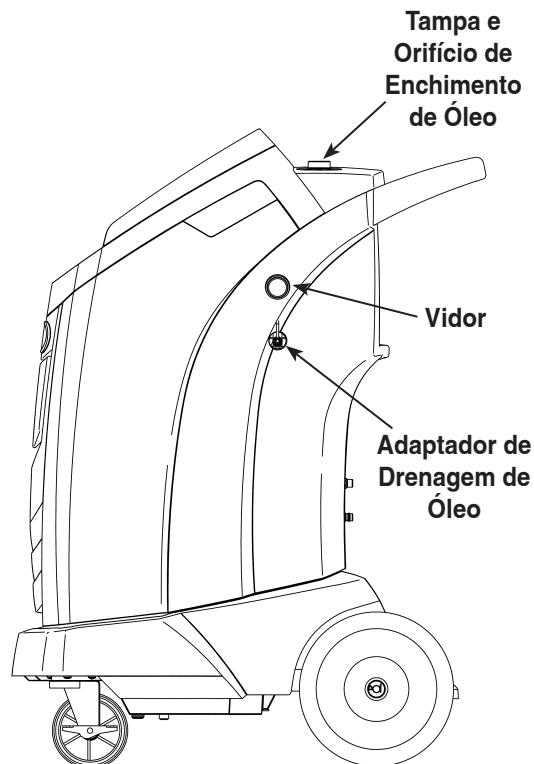

Figura 14
3. Abra **lentamente** a tampa de enchimento de óleo para se certificar de que não há pressão na máquina. Depois, retire cuidadosamente a tampa. Ver Figura 14.